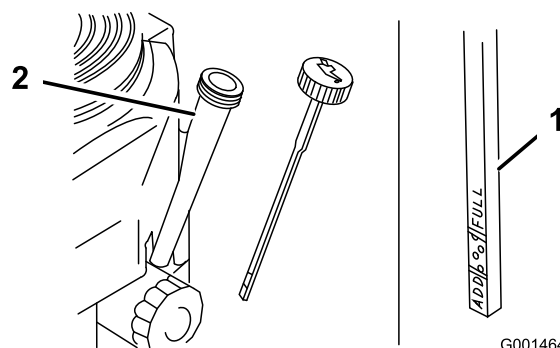

Figure 31
5. Retirez la jauge d'huile et essuyez soigneusement son extrémité (Figure 31).
6. Remettez la jauge au fond du tube de remplissage, mais sans la visser (Figure 31).
4. Nettoyez la surface autour de la jauge d'huile (Figure 31) pour éviter que des impuretés ne
9. Versez avec précaution environ 80% de la quantité d'huile spécifiée dans le goulot de remplissage (Figure 31)